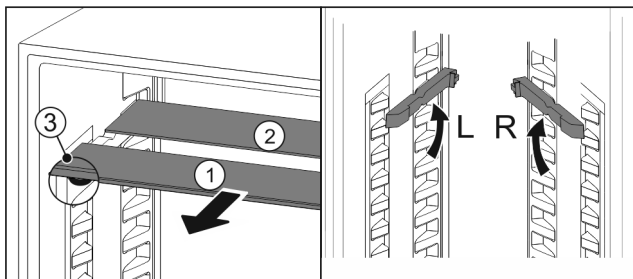

Fig. 159
- ▶ Skleněné desky jednotlivě vytáhněte dopředu Fig. 159 (1).
- ▶ Skleněná deska Fig. 159 (1) s ozdobnou lištou leží vpředu.
- ▶ Zárážky Fig. 159 (3) směřují dolů.